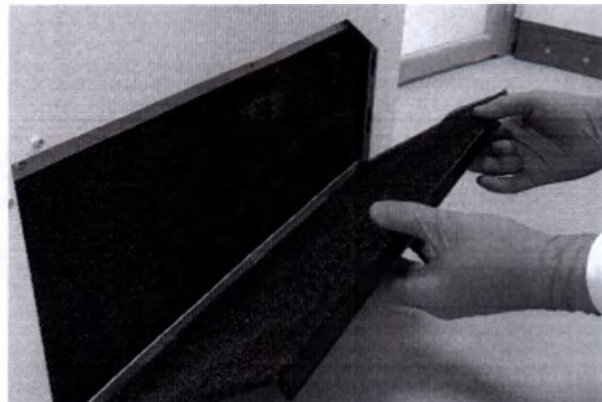

Рис.17.4 – Открытие дверцы Прибора
17.5.1. Для чистки и/или замены воздушных фильтров нажмите на кнопку и потяните дверцу на себя (рис. 17.4).